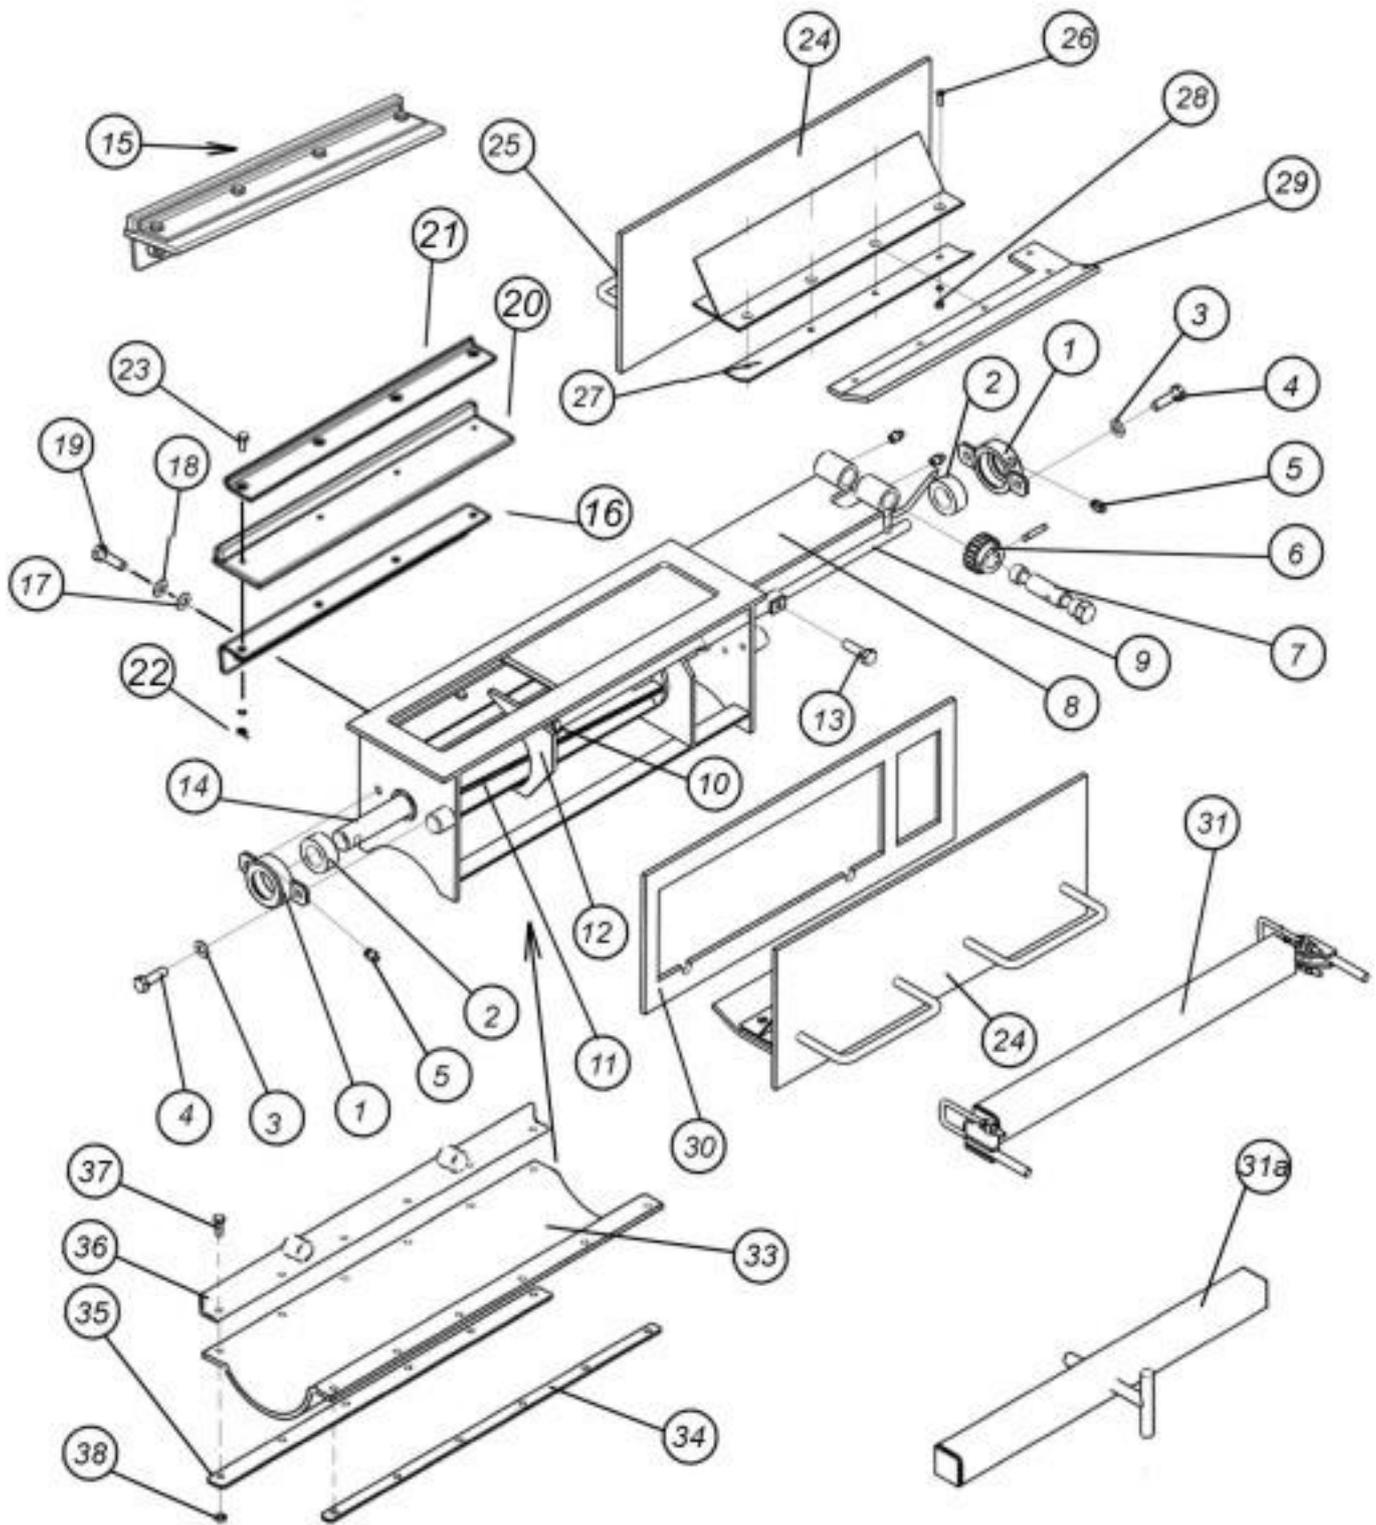

Рис. 7.2.13. Высевающий узел
7.2.13. Высевающий узел (рис. 7.2.13)